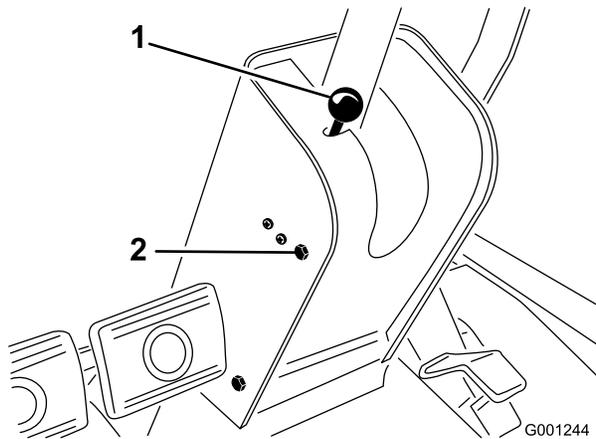

Figure 68
1. Retirez le bouton de la tige du frein de stationnement et les vis du couvercle de la colonne de direction (Figure 68).